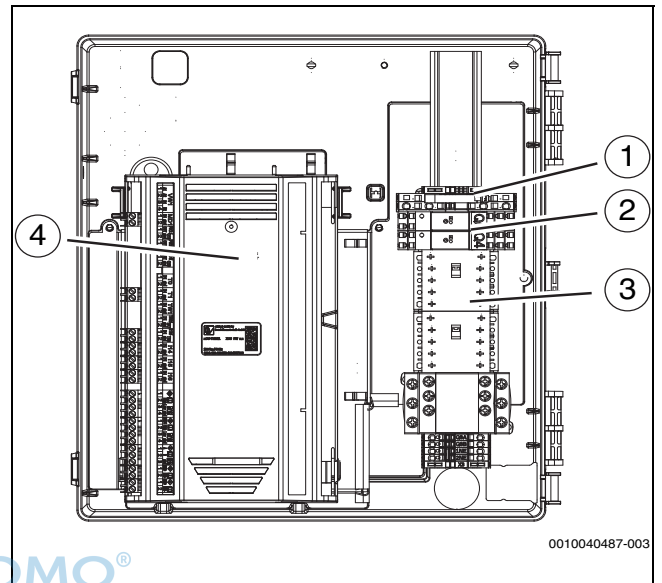

Bild 40 Anordnung der Komponenten im Klemmenkasten
- Anschlusskabel über die Kabelverschraubungen auf der Rückseite durch die Wellschläuche führen. Eine Verlängerungsschnur verwenden. Die richtige Reihenfolge der Schläuche ist Abbildung 40 zu entnehmen.
- Kabel mit Kabelbindern an den Befestigungspunkten befestigen (→ Abbildung 40 [7] und [9]). Darauf achten, die Kabel nicht über Kreuz zu verlegen.